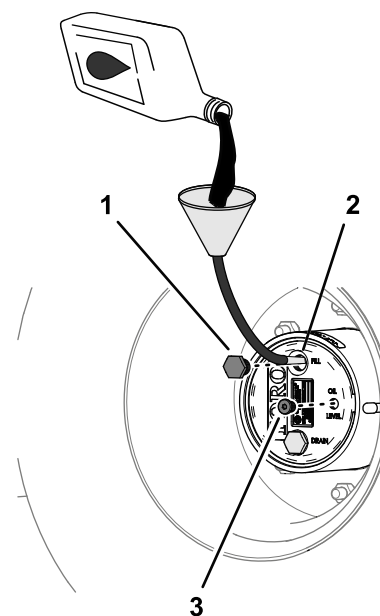

Figura 93
4. În cazul în care nivelul de lubrifiant este scăzut, îndepărtați buonul de umplere și adăugați lubrifiantul specificat până când începe să curgă din orificiul buonului de umplere (Figura 93);
6. Montați buonul de umplere și buonul de verificare (Figura 93).
1. Prin orificiul buonului de umplere, adăugai încet lubrifiantul specificat pentru angrenaj; consultai Figura 93 din Verificarea lubrifiantului pentru angrenajul planetar \(Pagină 71\).
3. Instalați buonul de umplere și buonul de verificare; consultai Figura 93 din Verificarea lubrifiantului pentru angrenajul planetar \(Pagină 71\).